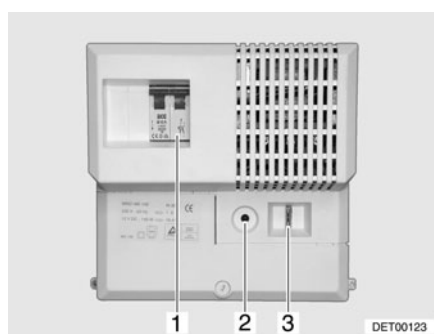

Fig. 82 Bloc transformateur (variante 1)
Le disjoncteur automatique 230 V (Fig. 82,1), la protection contre les surcharges (Fig. 82,2) et le fusible principal (Fig. 82,3) sont intégrés dans le bloc transformateur.
- Appuyer sur le bouton de commande de la protection contre les surcharges (Fig. 82,2) (position "Allumer").